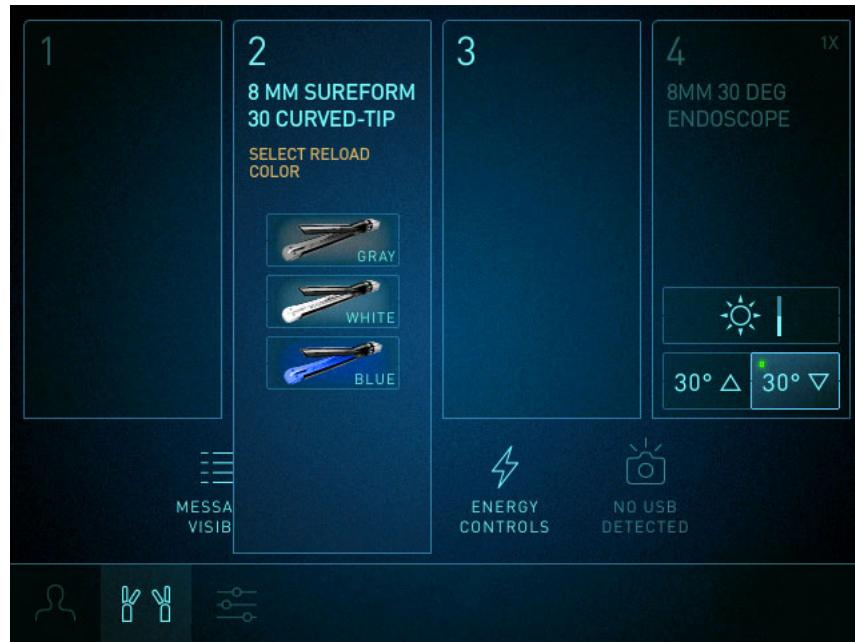

Figura 3.4 Selezione a cor da recarga instalada
1. Selecione a cor da recarga instalada no painel tátil (Figura 3.4).